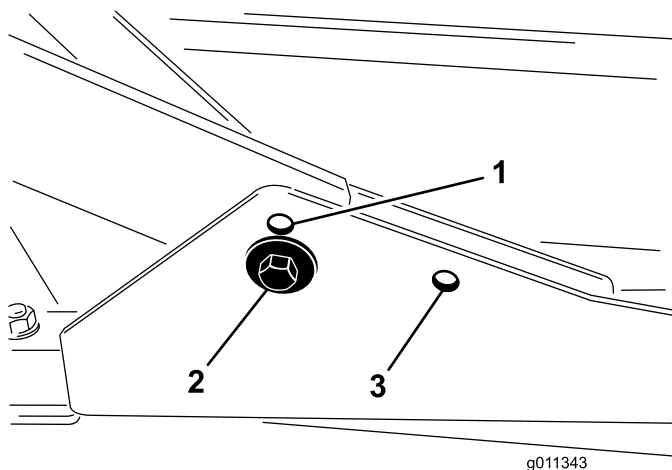

Bild 15
1. Befestigen Sie die vorderen Trägerrahmen für Schnitthöhen von 2 cm bis 7,6 cm in den unteren vorderen Befestigungslöchern (Bild 15).
2. Befestigen Sie die vorderen Trägerrahmen für Schnitthöhen von 6,3 cm bis 10 cm in den oberen vorderen Befestigungslöchern (Bild 15).
Das Heckmähwerk muss für alle Schnitthöhen in den hinteren Befestigungslöchern befestigt sind (Bild 15).